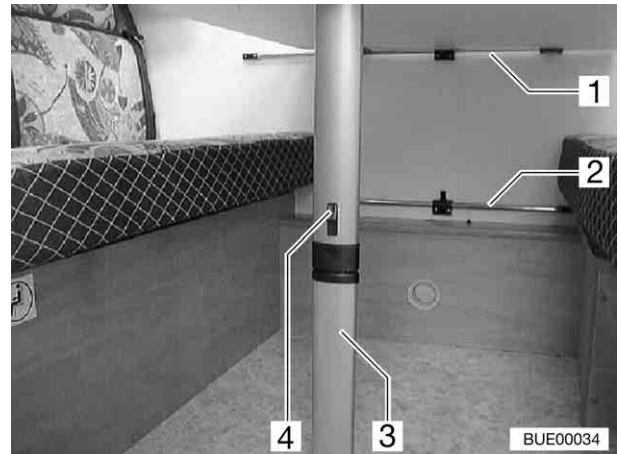
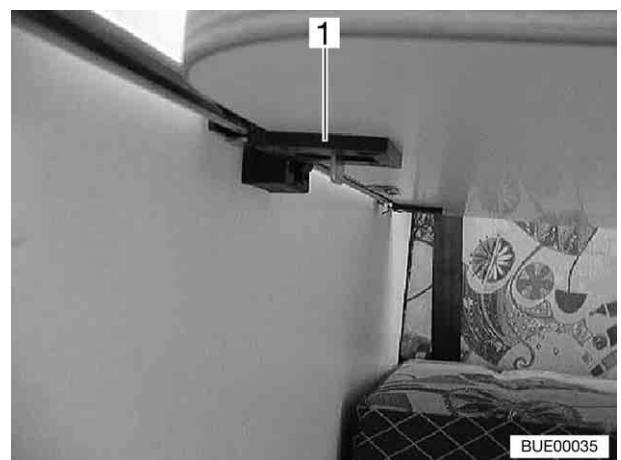

Fig. 59 Table pliante (variante 1)
Fig. 60 Dispositif de verrouillage
- Pousser le dispositif de blocage (Fig. 59,4) vers le plateau de table.
- Rabattre le pied (Fig. 59,3) à 90°.
- Débloquer le dispositif de verrouillage (Fig. 60,1) du plateau de table et retirer la table de la baguette de support (Fig. 59,1).
- Suspendre la table dans la baguette de support inférieure (Fig. 59,2) et la verrouiller.